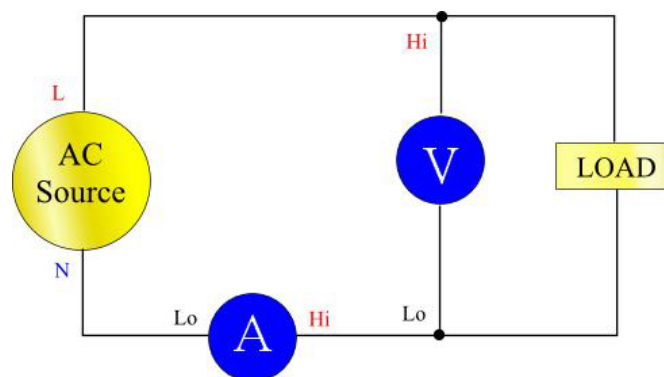

Рис. 5: Типовые входные разъемы PA1000
1. Входные гнезда типа «банан» — для безопасной работы используйте только испытательные выводы, входящие в комплект поставки прибора. Типичные соединения анализатора мощности описаны далее в этом разделе. (См. рис. 5 на странице 9.)